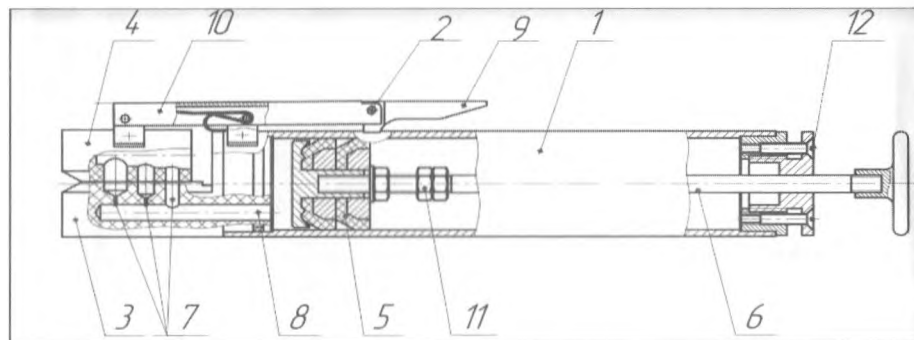

Рис. 1 Приспособление ПОЗ-Т
2.1. Приспособление ПОЗ-Т (см. рис. 1) состоит из следующих основных узлов: